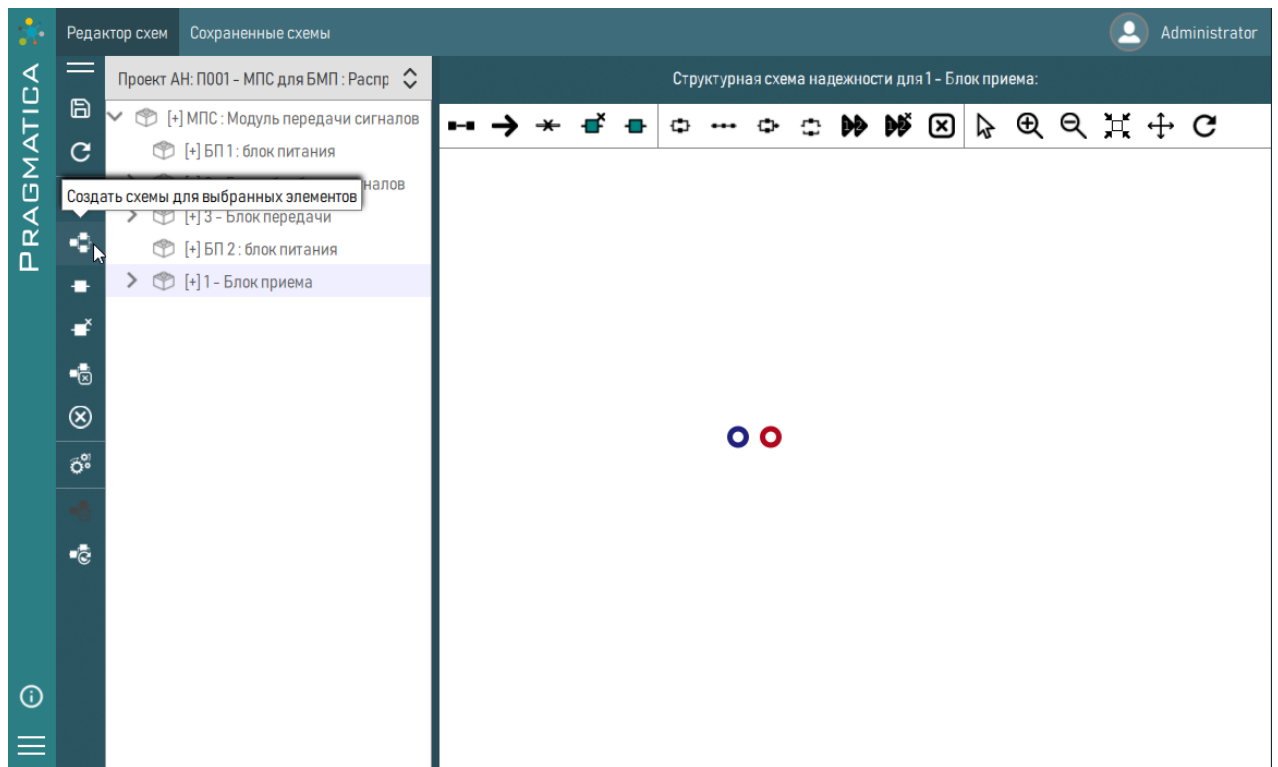

Рисунок 294 – Создание схемы для выделенных элементов
- 4) На панели слева в разделе «Работа со структурной схемой надежности» нажать на кнопку  «Создать схемы для выбранных элементов» (рисунок 294).